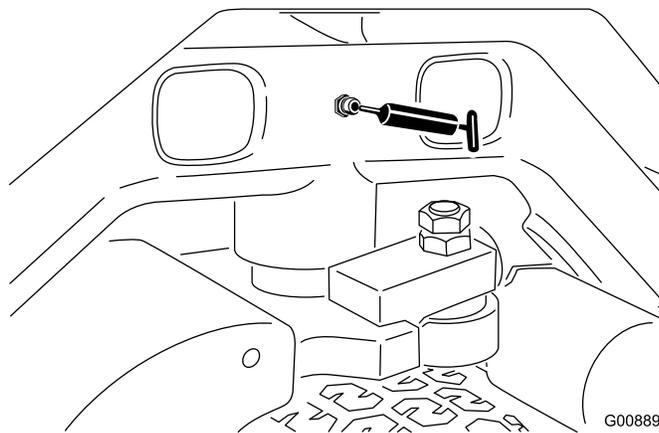

Figura 39
- Articulação da direcção (Figura 39)